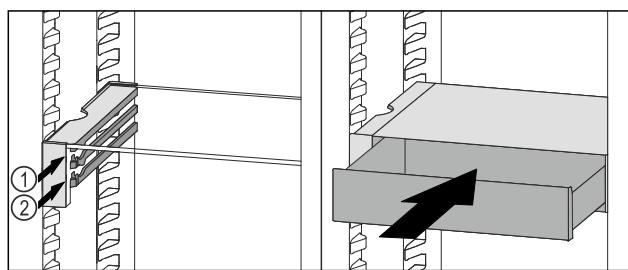

Fig. 142
- VarioSafe-Schubfach hinter den Stopfern auf gewünschter Rippe *Fig. 142 (1)* oder *Fig. 142 (2)* aufsetzen.